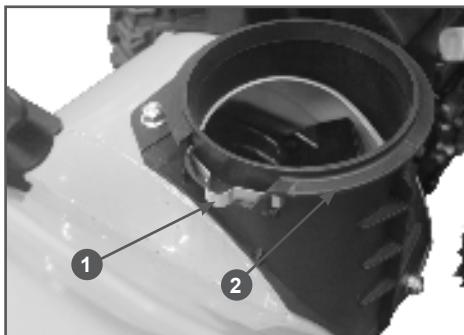
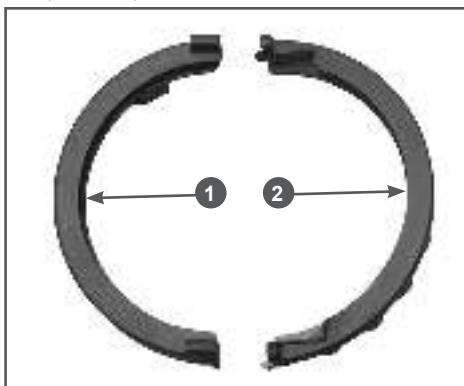

Рис. 11 Установка пружины желоба ST553
Рис. 12 Стопоры для фиксации желоба ST553
- Вставьте пластину 1 в корпус основания желоба как показано на Рис. 11.
- Нанесите тонким слоем на пластину 1 и посадочное место 2 желоба многоцелевую консистентную смазку CHAMPION EP-0 (Рис. 11). Установите желоб выброса снега на корпус основания желоба и зафиксируйте его с помощью двух пластиковых стопоров (Рис. 12).